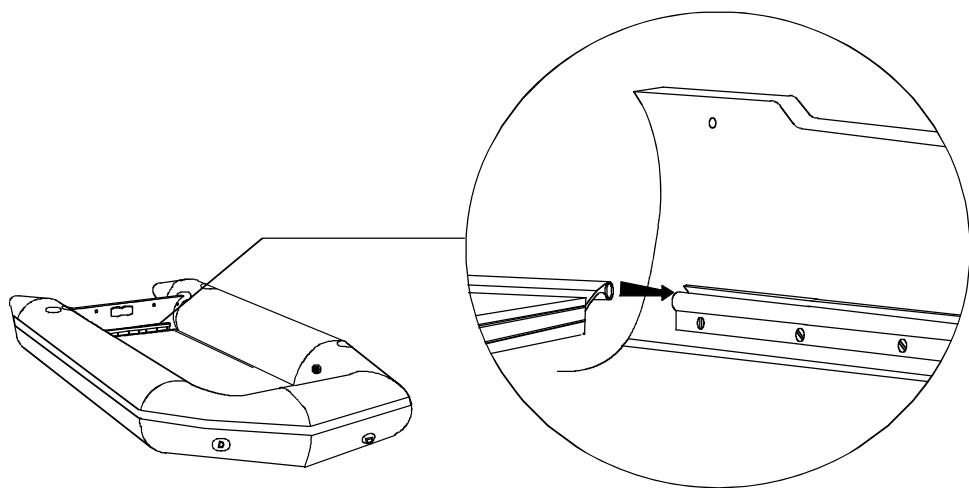

**fig 3**
1. Pour faciliter la mise en place des longerons (7) si le sol n'est pas plat, glissez les pagaies sous le fond du bateau à 20 centimètres environ de part et d'autre de l'axe du bateau [fig. 3].
2. **Positionnez** les longerons le long du plancher; le repérage du longeron (8) doit rester sur le dessus [fig. 3].
4. **Faites pivoter** les longerons sur eux-mêmes de façon à ce qu'ils prennent en « sandwich » l'épaisseur du plancher et se positionnent correctement dans le creux de la cornière [fig. 3 et 4].